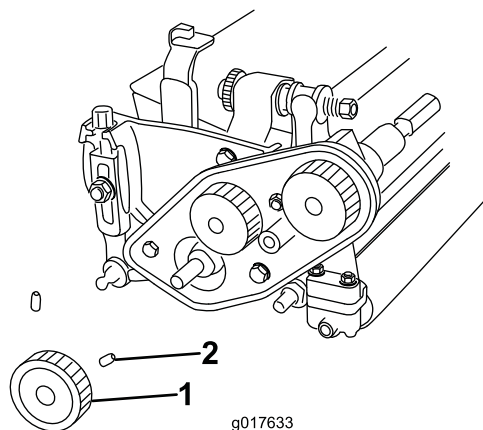

Рисунок 5
3. Ослабьте 2 установочных винта крепления нижнего шкива и снимите шкив с вала барабана (Рисунок 5).
- B. Установите нижний шкив на вал привода барабана и закрепите его 2 установочными винтами на шпонке вала (Рисунок 5).